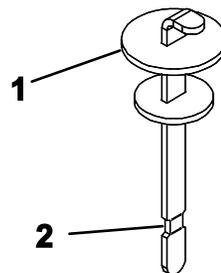

图19
4. 从加油颈上取下量油尺用干净的抹布擦拭。将量油尺插入加油颈然后取出检查液位。油位应达到量油尺上的标记处 图19。